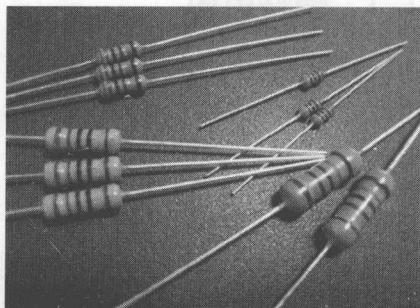

图1.3 金属膜电阻器
② 金属膜电阻器是用真空蒸发的方法将合金材料蒸镀于陶瓷棒骨架表面。金属膜电阻比碳膜电阻的精度高，稳定性好，噪声、温度系数小，在工业电路板上大部分采用的是此类电阻器。金属膜电阻器多是蓝色、绿色保护表层，无论早期近期，欧系美系工业电路板多会采用此类电阻器。如图1.3所示。